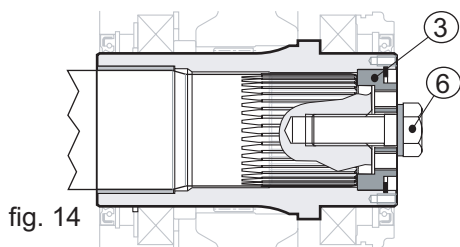

fig. 14
Sostituire la barra (pos. 4) con la vite (pos. 6), serrandola a fondo, applicando una forza come da tabella "coppie di serraggio" paragrafo 9.1, utilizzando inoltre un frenafilletti medio; Piv Posiplan consiglia LOCTITE 601 (vedi fig. 14).